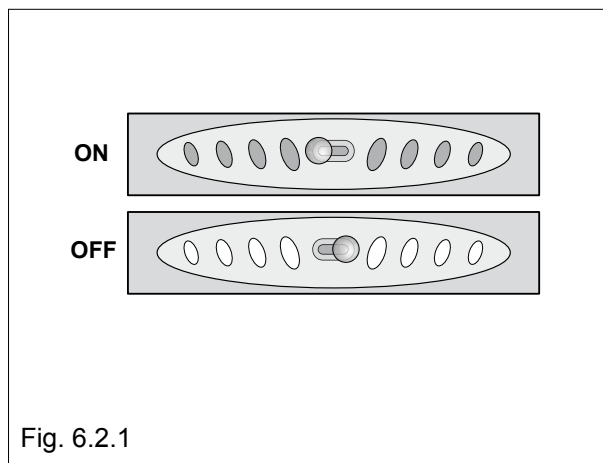

Fig. 6.2.1
- Open the combustion air grid completely (Fig. 6.2.1 ON= open). When the fireplace is cold, stove lighting can be done with the door left ajar to encourage evaporation of condensation which forms on the glass. Once combustion has started the door is to be kept closed.
- Den Luftzufuhrhahn ganz öffnen (Abb. 6.2.1 - ON=Geschlossen). Das Anzünden des Ofens kann bei kalter Feuerstelle, mit an den Anschlag angelehnter Tür durchgeführt werden, jedoch nicht bei geschlossener Tür, um die Verdunstung des Kondenswassers, dass sich auf dem Glas bildet, zu begünstigen. Bei gut brennendem Feuer die Tür dann geschlossen halten.
Le stufe Olivia-Idro, Betty-Idro, Antonia-Idro, Stefania-Idro, Clarabella-Idro sono dotate di un sistema innovativo con doppia combustione: PRIMARIA e SECONDARIA per ridurre le emissioni inquinanti in atmosfera con conseguente MAGGIORE RENDIMENTO TERMICO. La COMBUSTIONE PRIMARIA avviene immettendo nel braciere, attraverso delle feritoie, aria che viene regolata dal pomello esterno posizionato sul frontalino del cassetto cenere (Fig.6.2.1):
PRIMARY COMBUSTION occurs by letting air into the brazier through the slits, adjusted by a knob at the bottom right on the outside of the ash box (Fig. 6.2.1):
Die PRIMÄRE VERBRENNUNG erfolgt durch Einführen Luft durch das Gitter, die durch den außen auf der Blende der Aschenlade angebrachten Griff (Abb.6.2.1):